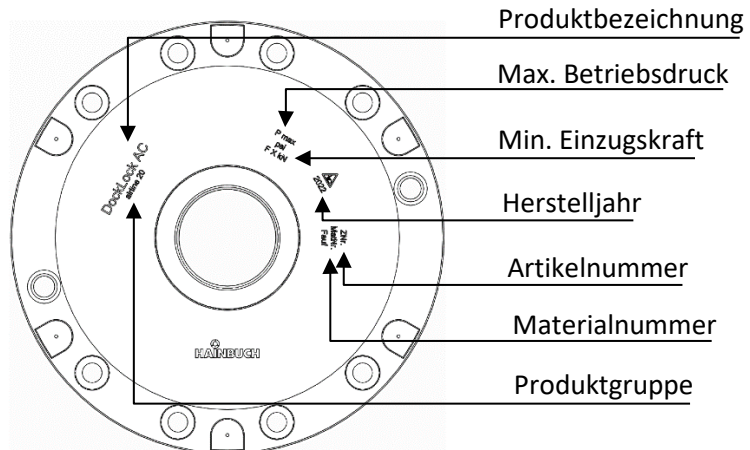

Abbildung 1 – Informationen auf der Kassette
- ⚠ ACHTUNG:** Der minimale/maximale Betriebsdruck (siehe Abbildung 1) darf nicht unter- bzw. überschritten werden!
Abbildung 1 zeigt alle auf dem Kassettendeckel befindlichen Informationen, die der eindeutigen Identifizierung und Zuordnung einer Kassette dienen.
⚠ ACHTUNG: Der minimale/maximale Betriebsdruck (siehe Abbildung 1) darf nicht unter- bzw. überschritten werden!